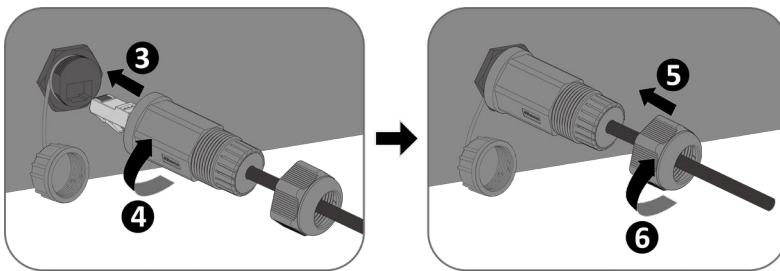

Abb. 50. Netzkabel anschließen
3. Stecken Sie das Netzkabel in den entsprechenden Kommunikations-Port des Geräts (siehe COM4 oder COM5) (siehe Abb. 50, Reihenfolge und Pfeilrichtungen beachten), ziehen Sie die Gewindehülse fest und ziehen Sie dann die Überwurfmutter an.